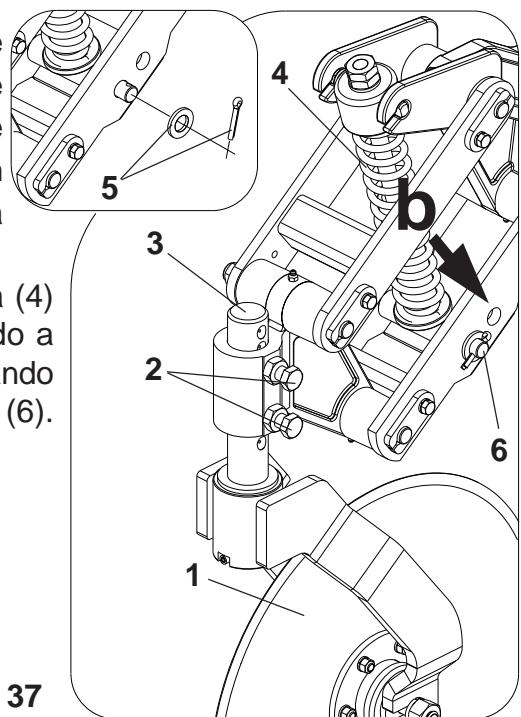

Figura 37
- REGULAGEM DE PROFUNDIDADE DO DISCO DE CORTE (Figura 37)
- 4 - Para regular a profundidade do disco de corte (1), solte os parafusos (2) e desloque o eixo (3) para a regulagem desejada. Em seguida reaperte os parafusos (2).